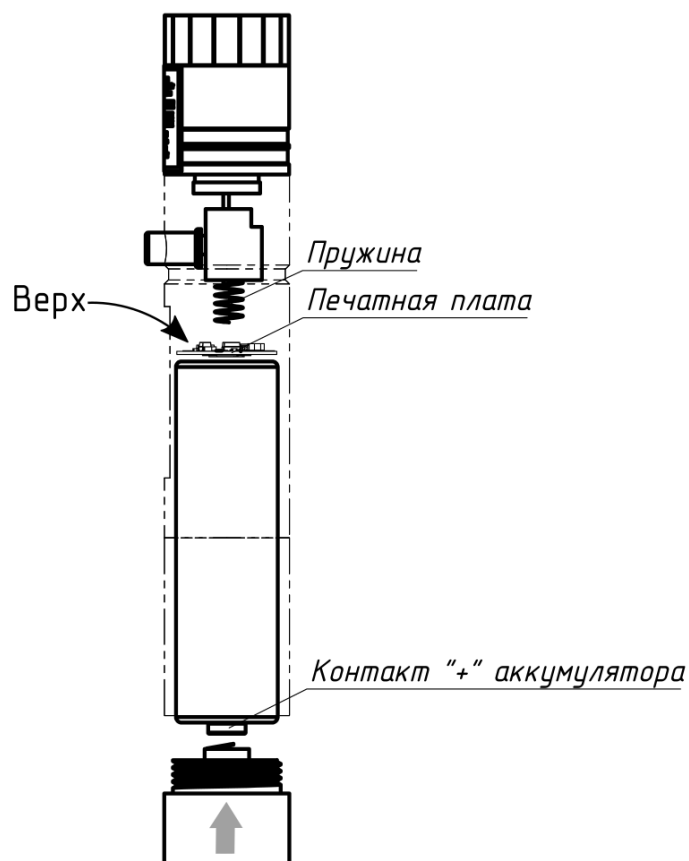

Рис. 3
- расположить нижнюю сторону печатной платы на минусовом контакте аккумулятора (см. рис.3);